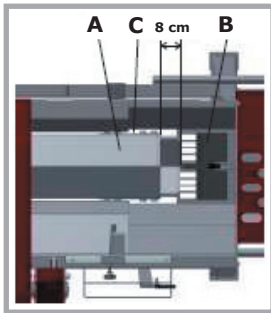

Abb. 15
- Spaltschieber (A) so weit ausfahren, dass sich die Druckplatte vom Spaltschieber ca. 8 cm vor dem Spaltnmesser (B) befindet und die seitlichen Schrauben (C) der Abdeckhaube vom Spaltschieber erreichbar sind (Abb. 15), danach
- Schutzhaube (B, Abb. 15) der Spaltrinne öffnen, dazu muss sich die Kettensägenaufnahme in Neutralstellung befinden, da die Schutzhaube der Spaltrinne sonst nicht geöffnet werden kann.
- Befestigungsschrauben (C, Abb. 15) der Abdeckhaube des Spaltschiebers entfernen und diese nach links wegschieben